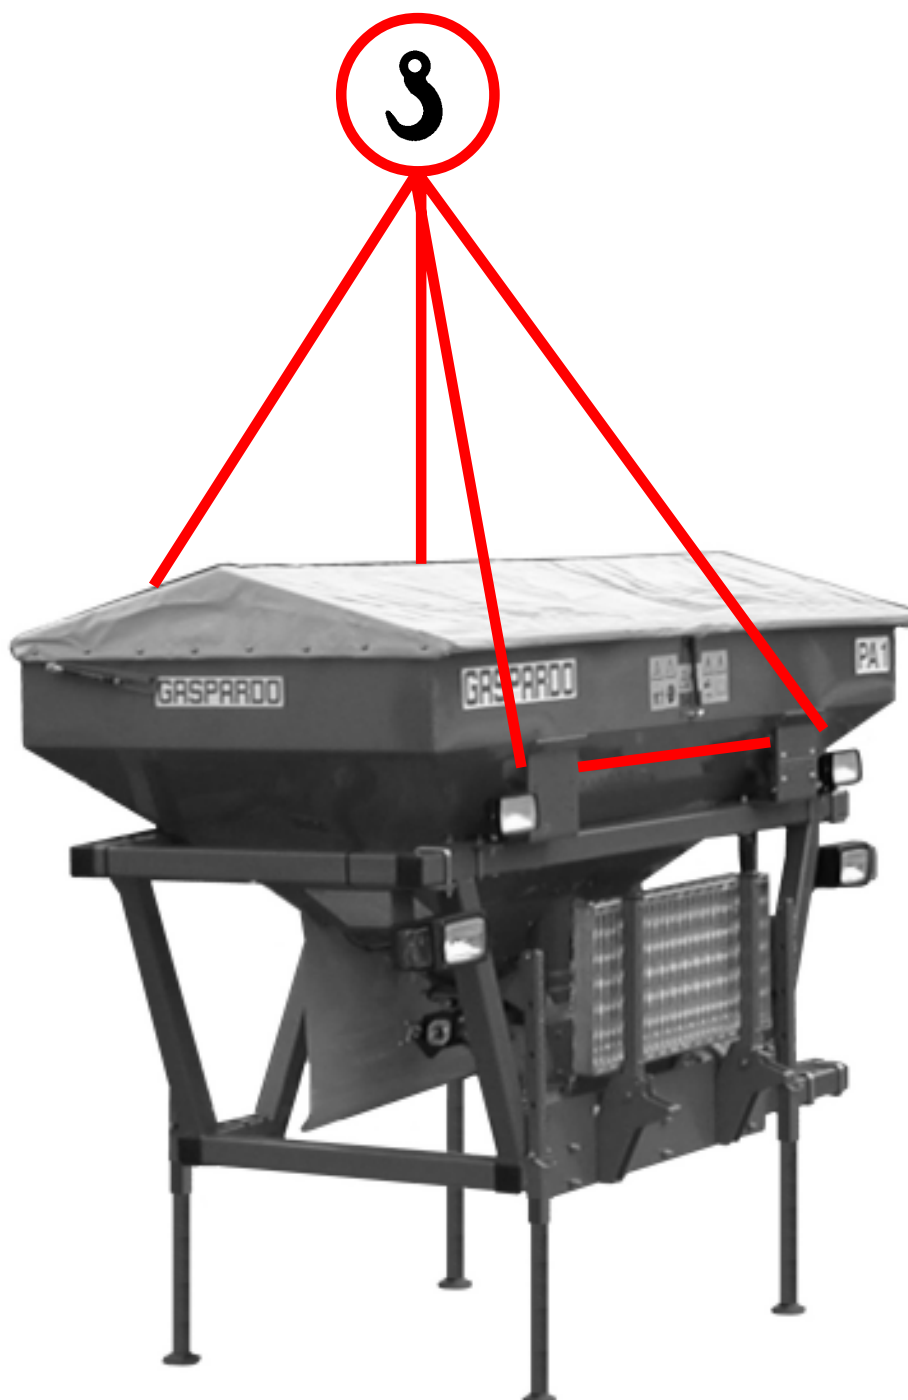
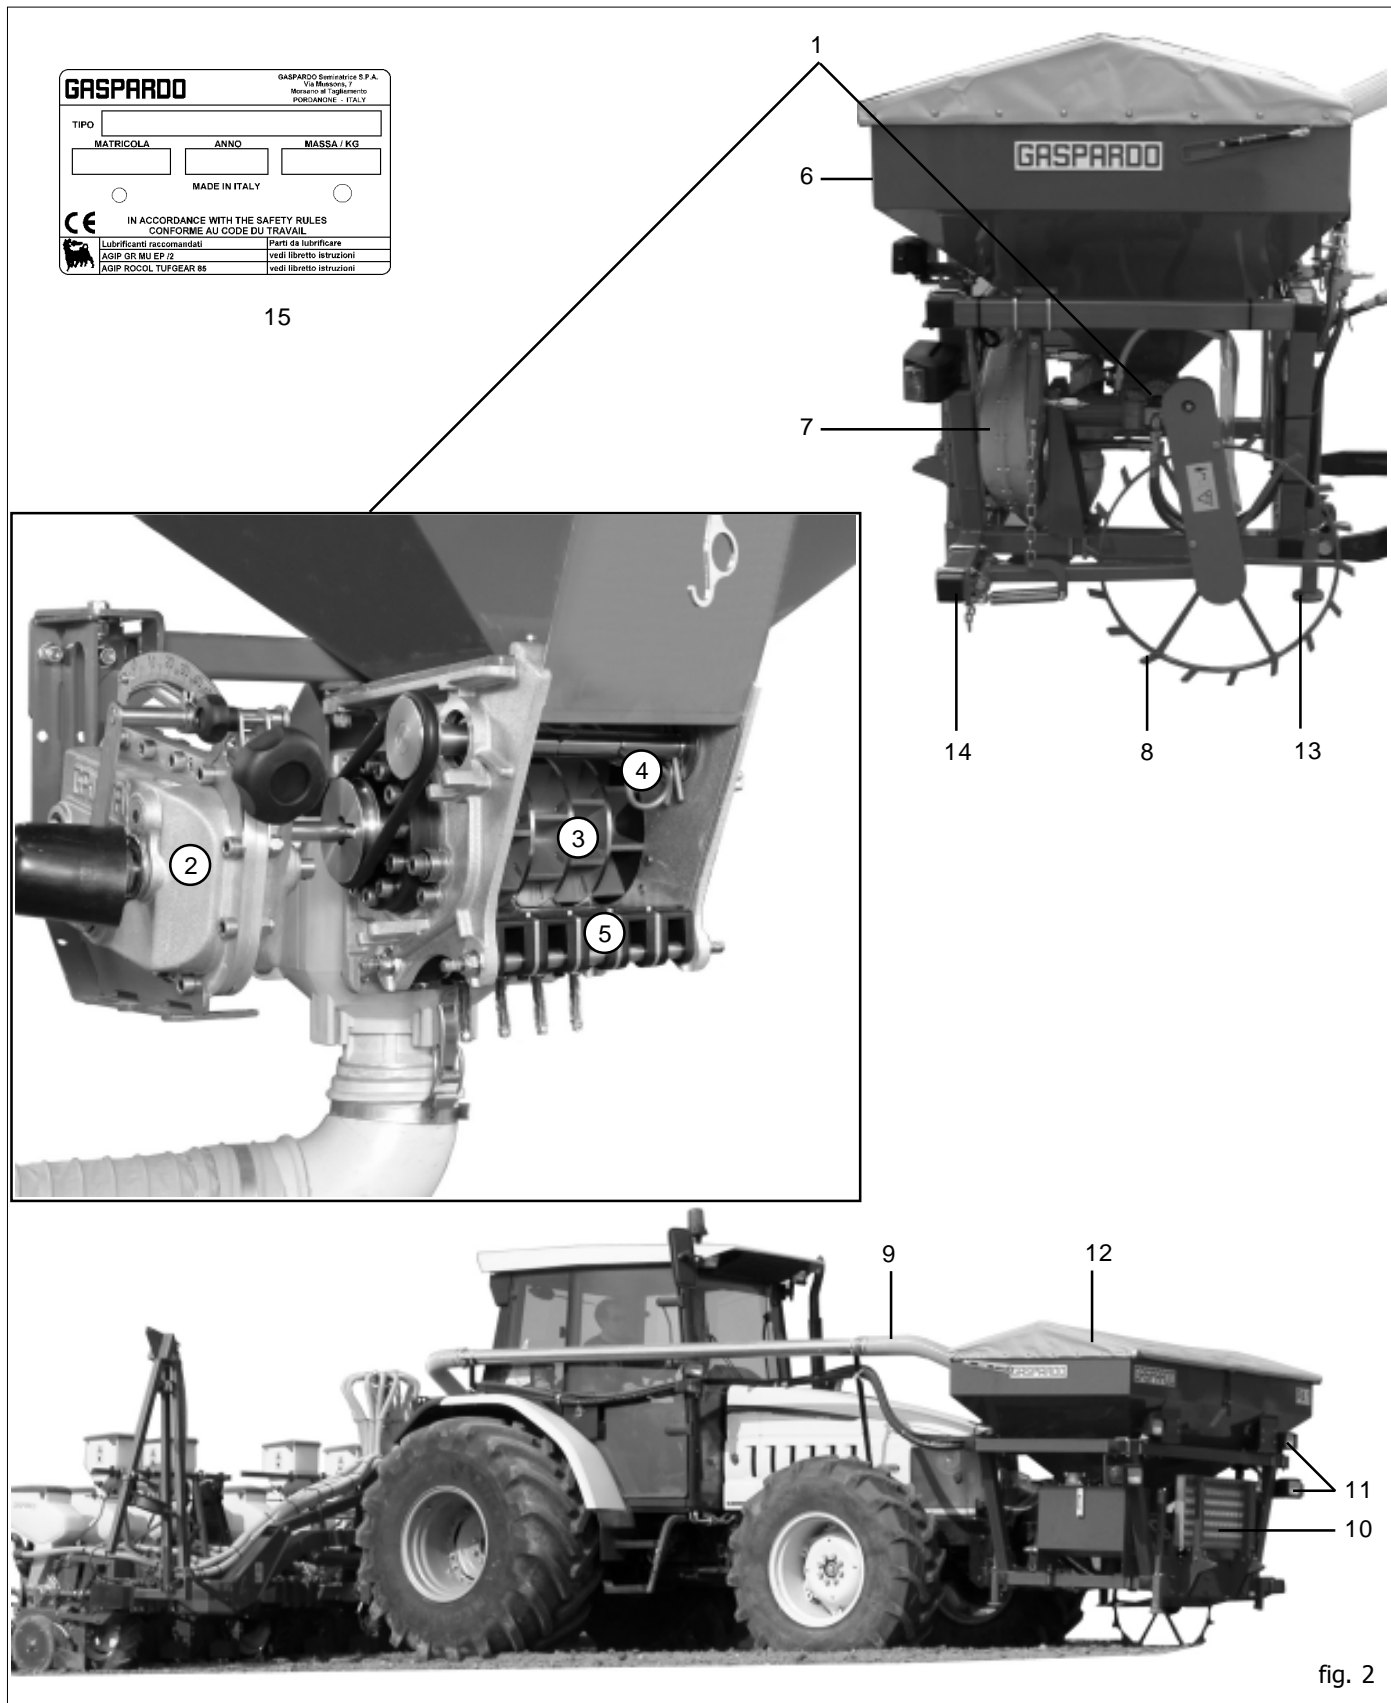

fig. 1
fig. 2
Chaque équipement est doté d'une plaque d'identification (15 Fig. 2) dont les données indiquent:
Pour déplacer la machine, la lever et l'atteler aux crochets (Fig.1) à l'aide d'un chariot élévateur d'une capacité d'au moins 50 quintaux. Cette opération, en raison de sa dangerosité, doit être exécutée par un personnel préparé et responsable. La masse de la machine est indiquée sur la plaque signalétique (15 Fig. 2).
1.6 DESSIN GLOBAL (Fig. 2)